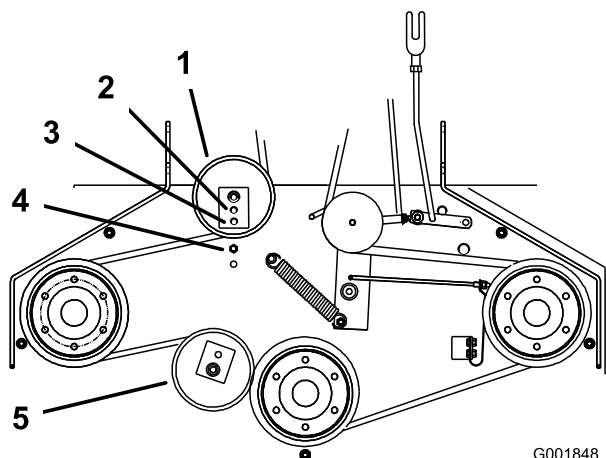

Figure 51
repositionner la poulie de tension arrière dans le trou central ou avant (Figure 51). Utilisez le trou qui donnera le réglage correct.
7. Lorsque la poulie de tension est déplacée, le guide de courroie doit l'être également. Placez le guide de courroie à la position avant (Figure 51).